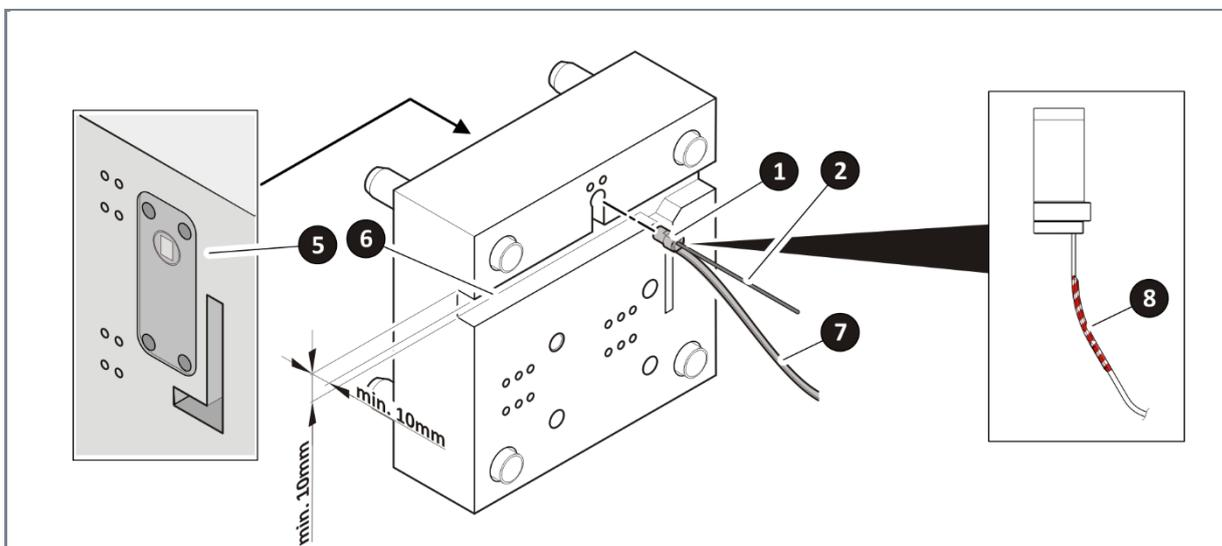

Abb. 5 DynamicMold® Insert einsetzen
2. Setzen Sie den DynamicMold® Insert (Abb. 5, Pos.1) vorsichtig in die Bohrung (Abb. 5, Pos.3) des Formwerkzeugs (Abb. 5, Pos.4) ein. Verwenden Sie die Einführhilfe (Abb. 5, Pos.2).
3. Führen Sie den Grundkörper des DynamicMold® Insert komplett ein, bis die Stirnfläche DynamicMold® Inserts (Abb. 5, Pos.5) an der Kavität planar ist.
4. Verlegen Sie das Kabel des DynamicMold® Insert im Kabelkanal (Abb. 5, Pos.6) und gemäss den Vorgaben im Kapitel 5.1 Allgemeine Hinweise.
- ▶ Der markierte Bereich des Flachbandkabels (Abb. 5, Pos.8) darf nur leicht gebogen werden und weist einen minimalen Biegeradius von 20 mm (semi-dynamisch) auf. Der Biegeradius des restlichen Flachbandkabels beträgt 5 mm (semi-dynamisch). Ein dynamisches Biegen ist unzulässig. (siehe auch 9 Technische Daten).
- ▶ Die Mindestdimension des Kabelkanals (Abb. 5, Pos.6) muss 8 mm x 5 mm (Breite x Höhe) betragen. Der Kabelkanal darf keine Ecken und Kanten aufweisen, die das Flachbandkabel beschädigen könnte.